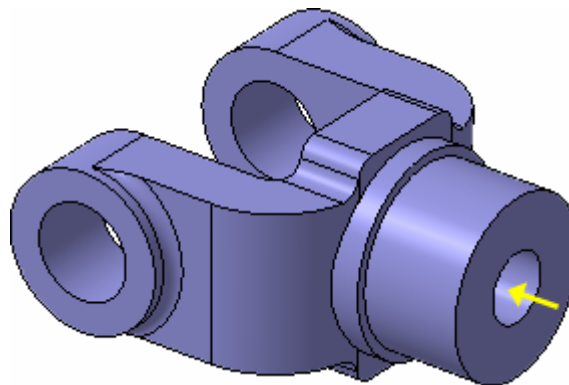

Рисунок 57.
- По умолчанию центр отверстия совмещается с точкой начала координат эскиза — просто нажмите кнопку **Создать объект**  (рис. 57).